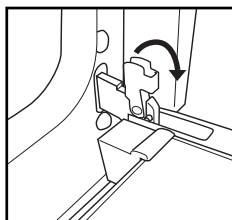

Fig 1
2. Sollevare le levette di arresto delle cerniere in avanti fino al fermo (Fig 1).